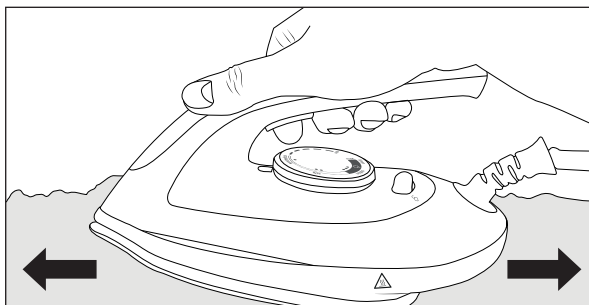

Fig. 2
- ◆ Pentru a îndepărta eventualele reziduuri din producție, călcați de câteva ori o cârpă veche, curată (a se vedea fig. 2).